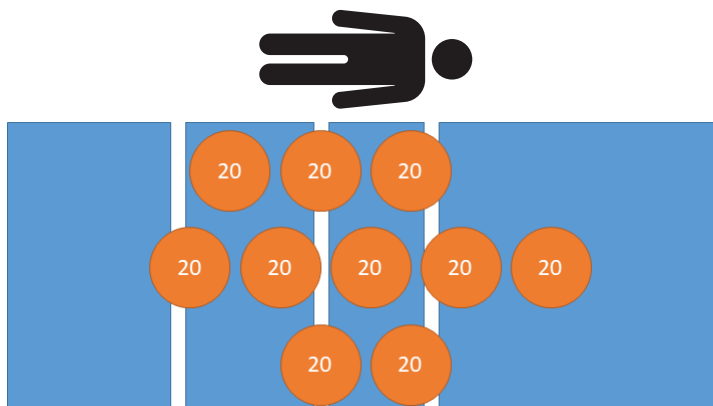

Figura 25 – Test di ripetibilità - 200 kg
1. Utilizzando pesi calibrati, collocare 200 kg sul prodotto (Figura 25).